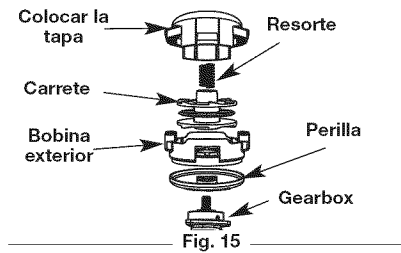

Fig. 15
1. Oprima fuertemente las orejetas que se encuentran a cada lado del cabezal de corte. (Fig. 15)
2. Quite la tapa de tope dejando que salte o es posible que sea necesario mover un poco la tapa para sacarla de la bobina exterior (Fig. 15)
4. Vuelva a colocar el carrete interior en la bobina exterior (Fig. 15).